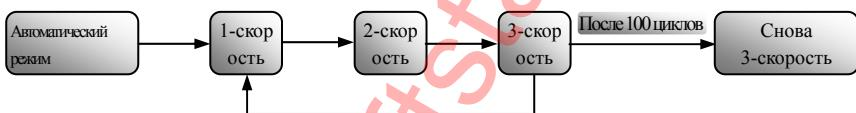

Рис. 6-1 Автоматический трехскоростной режим регулировки скорости
- Например: $F211=3$ – трёхскоростной автоматический режим; $F212=100$ – 100 циклов автоматического выполнения трехскоростного режима; $F213=1$ - преобразователь после выполнения 100 циклов продолжит работу на третьей скорости Рис.6-1. Остановка преобразователя производится панелью управления или терминалом управления.